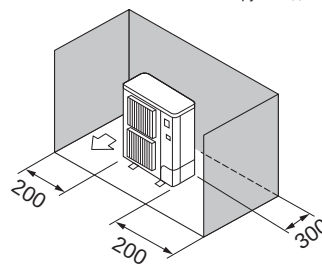

Fig. 2-5
- ③ Перешкоди лише ззаду та з боків (Fig. 2-5)